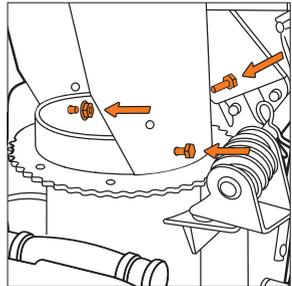

Рис. 14.2
- На S 1590 закрепите желоб тремя болтами (Рис. 14.2).